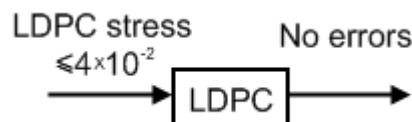

Figure 3.1 Décodeur LDPC fonctionnement
16. *Stress LDPC decodeur*– indique la charge du décodeur LDPC (low-density parity-check code). Le LDPC est contrôlé par le nombre d'erreurs corrigées à l'entrée du Decodeur LDPC (voir **Figure 3.1**).